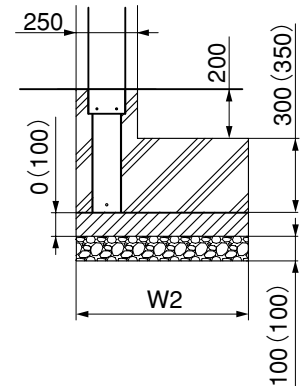

図1-4
- ガーデニング仕様で隣地境界線になる場合は、基礎の芯をずらして施工してください。(図1-4参照)